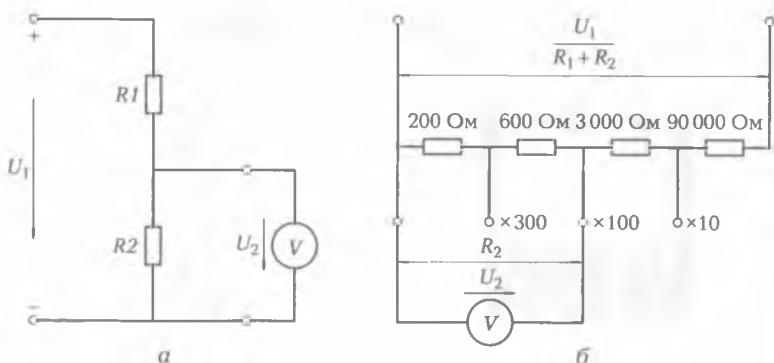

Рис. 5.5. Схемы включения делителей напряжения:
**Делители напряжения.** Для расширения пределов измерения вольтметров применяют делители напряжения. Они позволяют уменьшить подлежащее измерению напряжение до значения, соответствующего номинальному напряжению данного вольтметра (предельного напряжения на его шкале). Отношение входного напряжения делителя  $U_1$  к выходному  $U_2$  (рис. 5.5, а) называется **коэффициентом деления**. При холостом ходе  $\frac{U_1}{U_2} = \frac{R_1 + R_2}{R_2} = 1 + \frac{R_1}{R_2}$ . В делителях напряжения это отношение может быть выбрано равным 10, 100, 500 и т. д. в зависимости от того, к каким выводам делителя подключен вольтметр (рис. 5.5, б). Делитель напряжения вносит малую погрешность в измерения только в том случае, если сопротив-